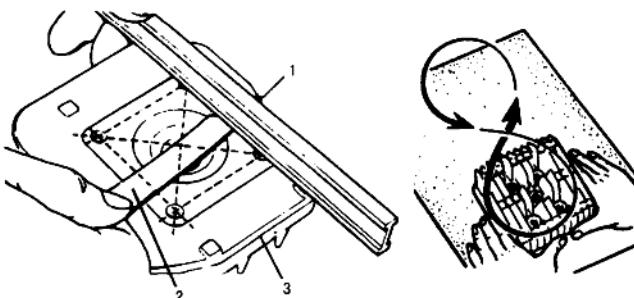

图 1-4 检修气缸盖端面变形
(3)气缸盖端面变形的检修方法:如图 1-4 所示,将气缸盖端面朝上放在工作台上,用直尺靠在气缸盖端面上,然后用塞尺测量直尺与气缸盖端面间的间隙,且要多测几个点的间隙。若测量值大于使用极限值,则可将一张细砂纸平放在平板上,将气缸盖端面与砂纸贴合,用双手压着气缸盖沿“8”字形路线进行研磨。研磨时手的压力应均匀,要边研磨边测量,直到符合要求为止。磨平后用汽油或煤油将气缸盖清洗干净,然后将气缸盖放在金相砂纸上推光。若气缸盖端面变形值过大,采用上述研磨方法修理将会使燃烧室容积变小而使压缩比增大,引起发动机爆震,应更换气缸盖。